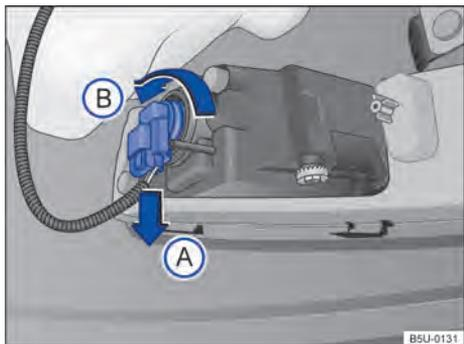

Fig. 185 Detrás del paragolpes delantero: acceso a la lámpara incandescente del farol de neblina.
2. Desencajar el conector de alimentación de la lámpara → fig. 185 en el sentido de la flecha Ⓐ, y presionar, al mismo tiempo, la traba de fijación del conector.
3. Girar el portalámparas → fig. 185, en el sentido antihorario de la flecha Ⓑ, y desencajarlo del alojamiento.